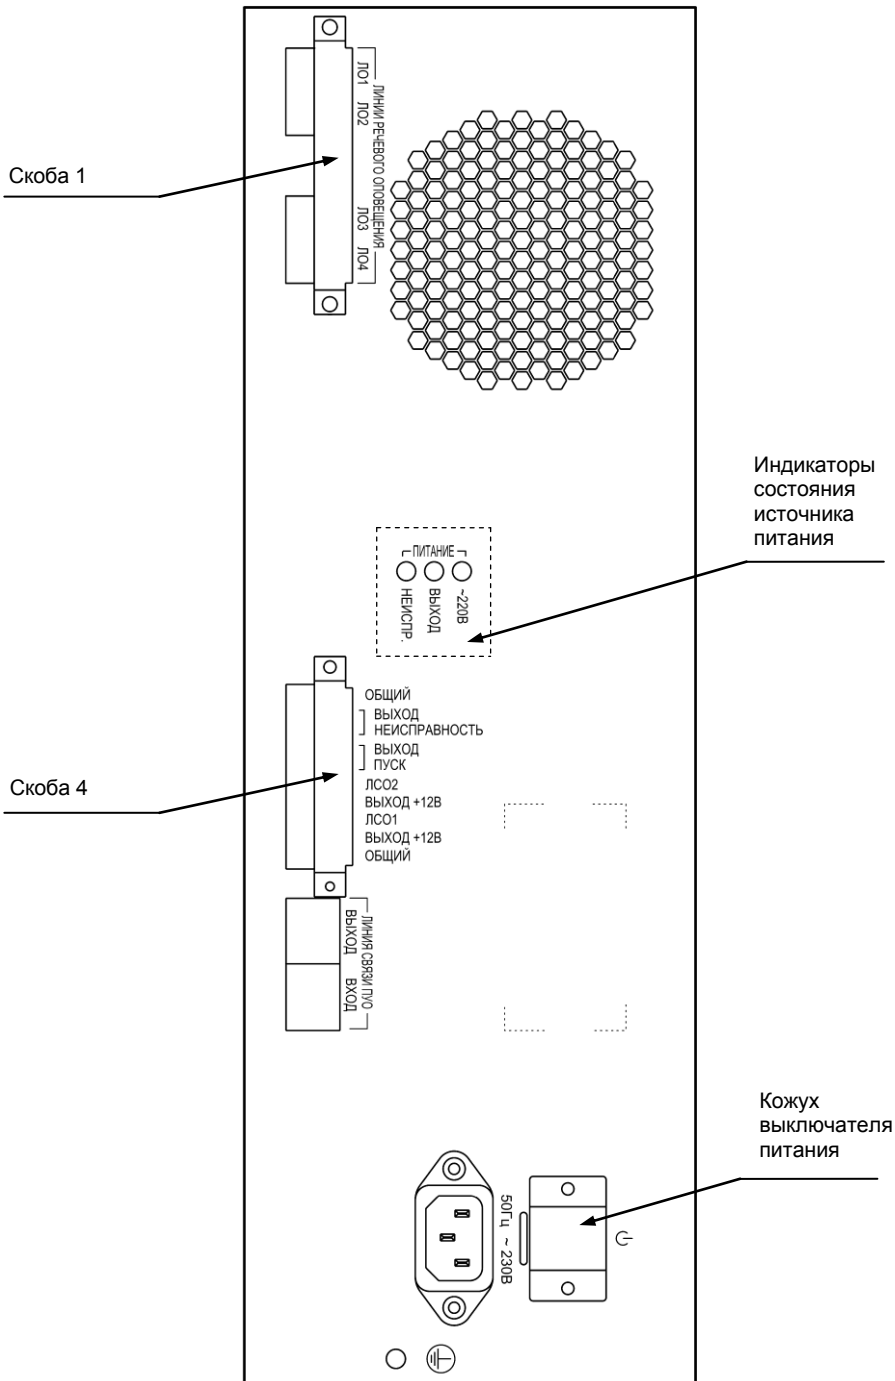

Рис.2 Внешний вид задней панели УМ
Выключатель питания  расположен на задней панели ПУО и, при необходимости, может быть закрыт защитным кожухом (рис.2). В положении «О» выключатель отключает выходные напряжения источника питания УМ. Выключатель может быть использован для исключения глубокого разряда аккумуляторных батарей при длительном (до 72 часов в дежурном режиме) отсутствии напряжения сети.
- 7) Установите кожух выключателя питания, см. рис.2.